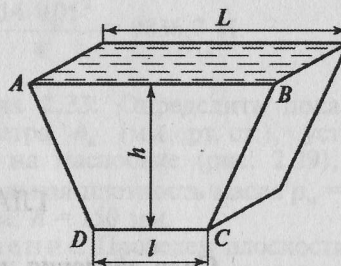

Рис. 3.2
**Задача 3.2.** Определить силу давления на вертикальную стенку  $ABCD$  сосуда, полностью заполненного водой (рис. 3.2), и положение центра давления, если  $L = 32$  м;  $l = 26$  м;  $h = 18$  м;  $\rho = 10^3$  кг/м3;  $g = 10$  м/с2.